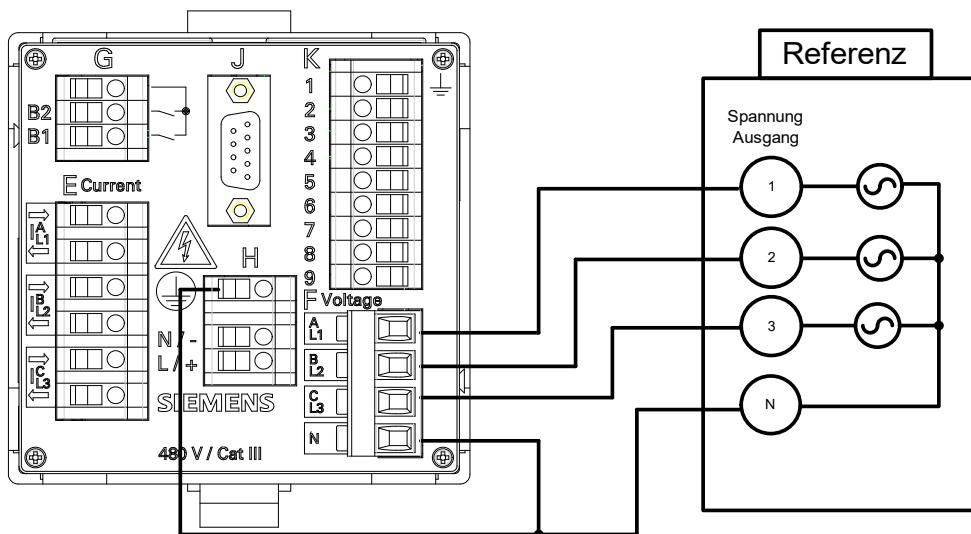

Bild 10-1 Messaufbau zum Abgleichen des AC-Spannungsmessbereiches
Der Abgleich ist ausschließlich mit symmetrischen Phasen ( $3 \times 120^\circ$ ) möglich, siehe Bild 10-1.
- ❖ Führen Sie den Messaufbau je nach Geräteausführung gemäß Bild 10-1 durch.